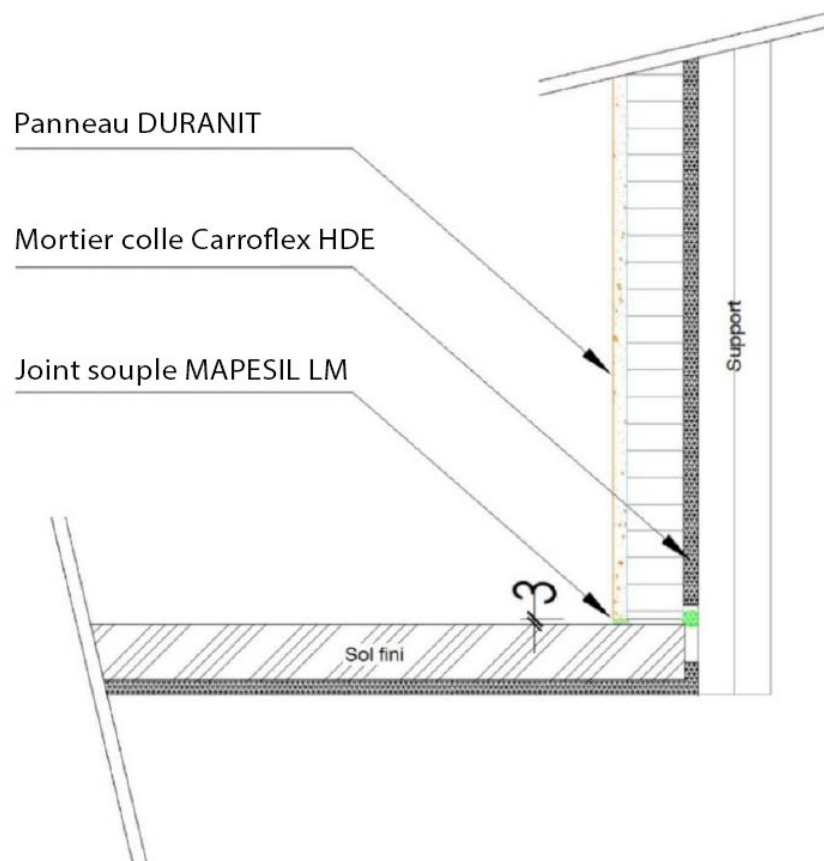

Figure 6 – Traitement du raccord entre DURAMET et le sol en local E1
2.4.4.7. Raccordement au receveur ou sol fini (figures 6 et 7)